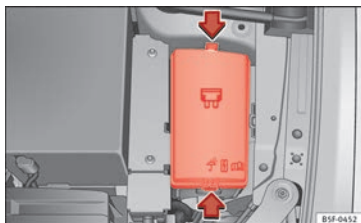

Fig. 102 Nel vano motore: coperchio della scatola dei fusibili.
- Premere le linguette di blocco per sbloccare il coperchio della scatola dei fusibili »»» **fig. 102.**